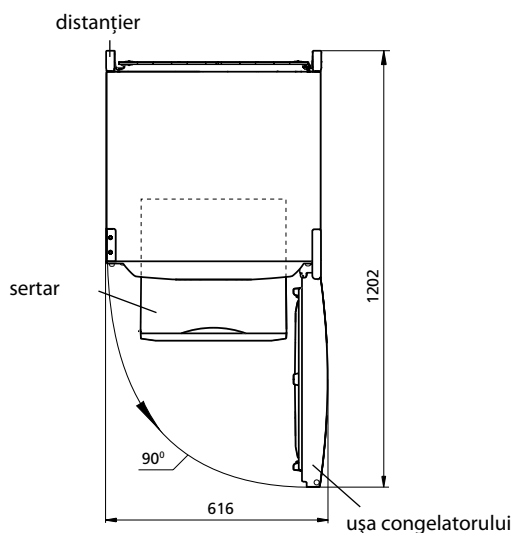

Figura 2 – Congelator (vedere de sus)
1.3 Spațiul total necesar pentru funcționarea congelatorului se determină de dimensiunile de gabarit, indicate în milimetri în figura 2. Pentru extragerea liberă a componentelor din congelator este necesar de deschis ușa la unghiul nu mai mic de 90°.